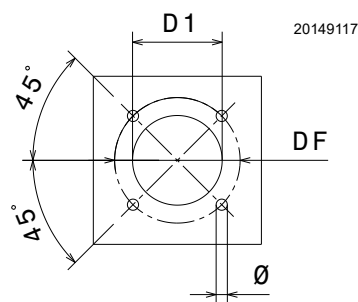

Fig. 15
Percer la plaque de fermeture de la chambre de combustion comme indiqué dans la Fig. 15. La position des trous filetés peut être tracée en utilisant l'écran thermique fourni avec le brûleur.
- Introduire tout le brûleur sur le trou de la chaudière, précédemment prédisposé, (Fig. 15 à la page 20), et le fixer avec les vis fournies de série.